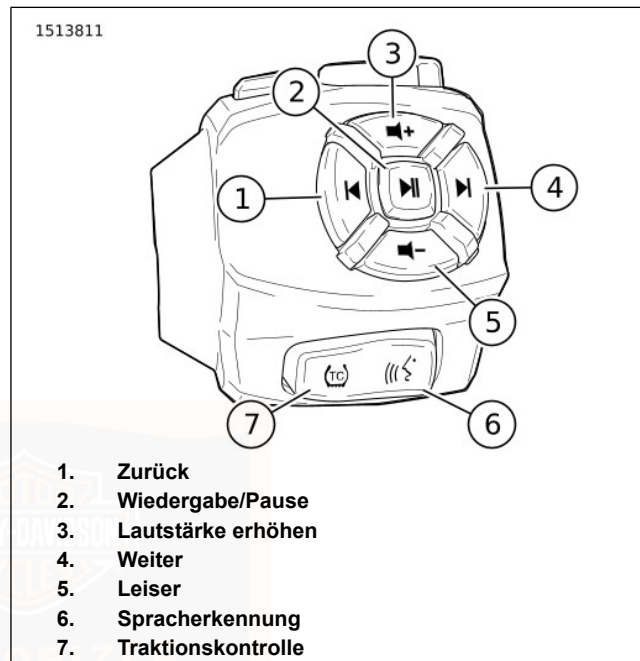

Abbildung 42. RHCM – unten
Siehe Abbildung 42. Die „Zurück“-Taste (1) drücken, um die vorherige Mediendatei auszuwählen.
Siehe Abbildung 42. Die „Weiter“-Taste (4) drücken, um die nächste Mediendatei auszuwählen.
Siehe Abbildung 42. Die „Wiedergabe/Pause“-Taste (2) drücken, um die aktuelle Mediendatei wiederzugeben oder anzuhalten.
Siehe Abbildung 42. Die „Lautstärke erhöhen“-Taste (3) drücken, um die Lautstärke zu erhöhen.
Siehe Abbildung 42. Die „Lautstärke verringern“-Taste (5) drücken, um die Lautstärke zu verringern.
Siehe Abbildung 42. Die Spracherkennungstaste (6) aktiviert die Spracherkennungsfunktionen an einem angeschlossenen Mobilgerät.
Siehe Abbildung 42. Die Traktionskontrolltaste (7) aktiviert und deaktiviert das Traktionskontrollsystem.
Siehe Abbildung 40 und Abbildung 42 .
Siehe Abbildung 42. Die Spracherkennung kann verwendet werden, um einen Anruf über IM vorzunehmen.
Siehe Abbildung 42. Der Spracherkennungsschalter (6) aktiviert Spracherkennungsfunktionen auf einem angeschlossenen Gerät (sofern unterstützt). Bei angeschlossenem Headset den Spracherkennungsschalter drücken. Sprechen Sie den gewünschten Befehl in das Mikrofon der Sprechgarnitur.